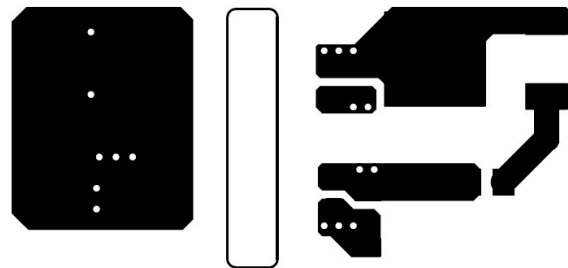

図 10-3. 下層のパターンと銅箔
- VDDA、VDDDB、VSSA、VSSB ピンに接続する PCB 銅箔の面積を増やし、VSSA、VSSB との接続を優先して最大化することを推奨します (図 10-2 と図 10-3 を参照)。しかし、上述の高電圧 PCB に関する注意事項は守る必要があります。